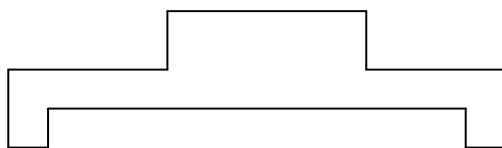

Рис. 24
3. Нарисовать полилинией плоскую фигуру (рис.24).